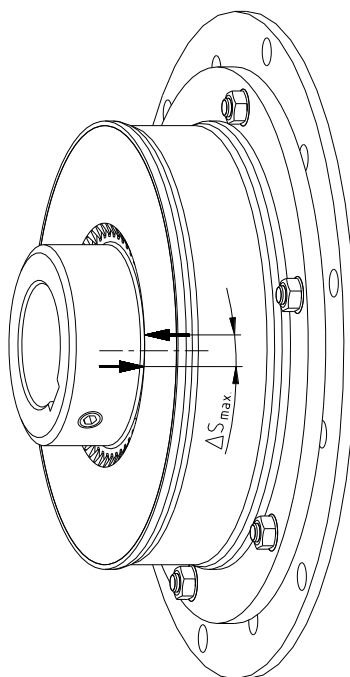

Bild 23: Kennzeichnung des Elastomerteils und der Nabe
- Kennzeichnung an Elastomerteil und Nabe anbringen (siehe Bild 23).